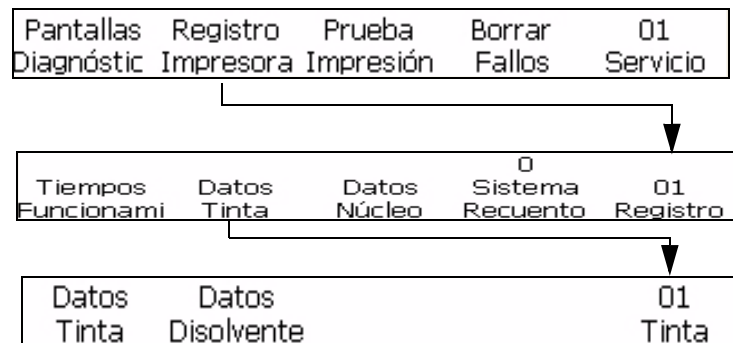

Figura 4-26: Marco <06 Servicio>
- 1 Desplácese hasta el marco <01 Servicio> (01 Edición > 02 Edición > 03 Edición > 04 Edición - Servicio Printer > 01 Servicio). Consulte la Figura 4-26 en la página 4-27.